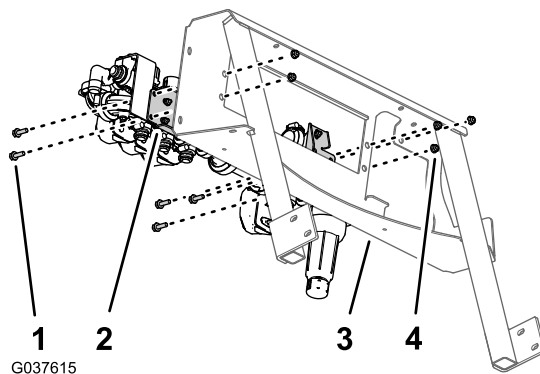
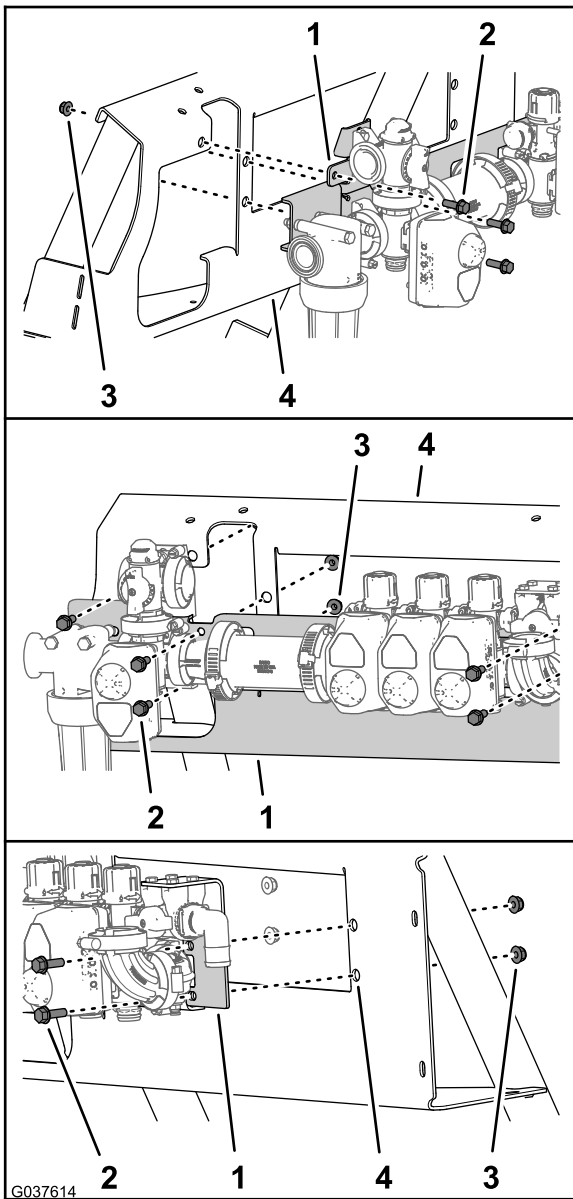

Figure 48
Figure 49
- Placez les trous de la patte de support des vannes et le bloc de vannes en face des trous du support de vannes (Figure 48 et Figure 49).
- Fixez la patte de support au support des vannes (Figure 48 et Figure 49) à l'aide des 5 boulons à embase (5/16 x 1 po) et des 5 contre-écrous à embase (5/16 po).